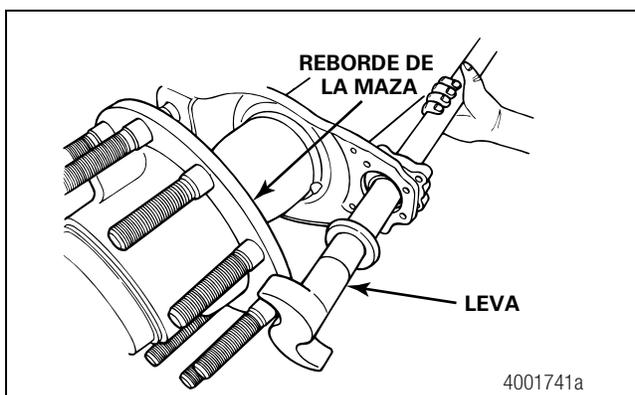

Figura 5.5
4. Mueva la leva SEPARÁNDOLA del eje, de manera que la cabeza de la leva quede separada del reborde de la maza. Figura 5.5.